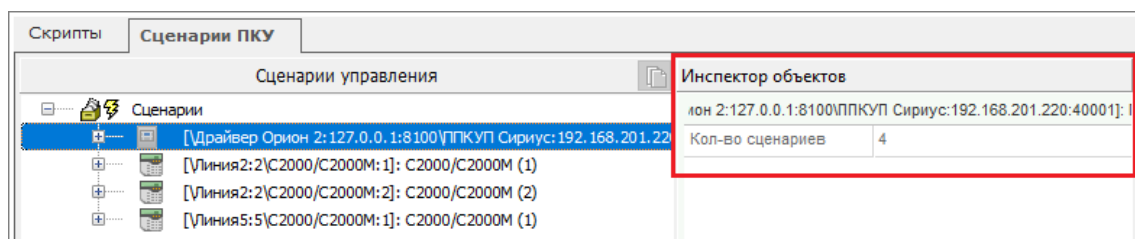

Рисунок 6-621 Информация в инспекторе объектов для устройства ПКУ
- при выборе в дереве сценариев устройства ПКУ в инспекторе объектов отображается количество аппаратных сценариев, созданных для этого устройства ПКУ (см. Рисунок 6-621);